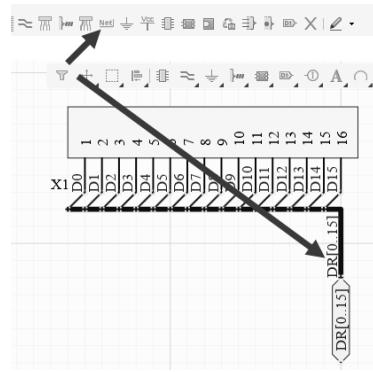

图 5-48 放置网络标签
- (4) 端口上面需要放置一个和端口名称一样的网络标签，如图 5-48 所示。